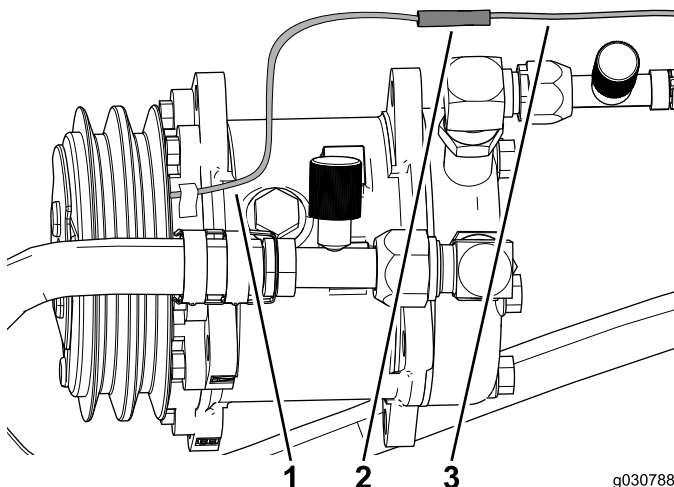

Bild 47
3. Schließen Sie das Kabel vom Klimaanlagekompressor am Rundstecker am Kabelbaum an (Bild 47).